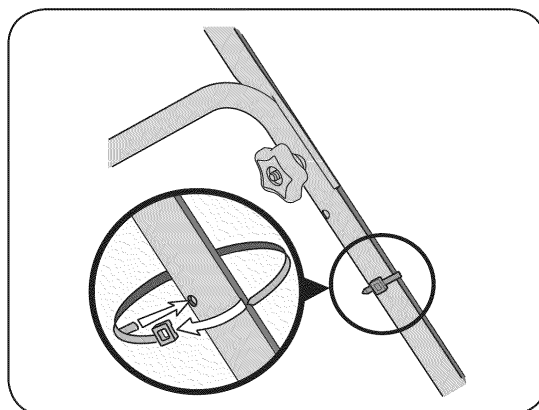

РИС. 4
- D. Используйте хомуты для крепления троса на нижней рукоятке /Рис.4/.